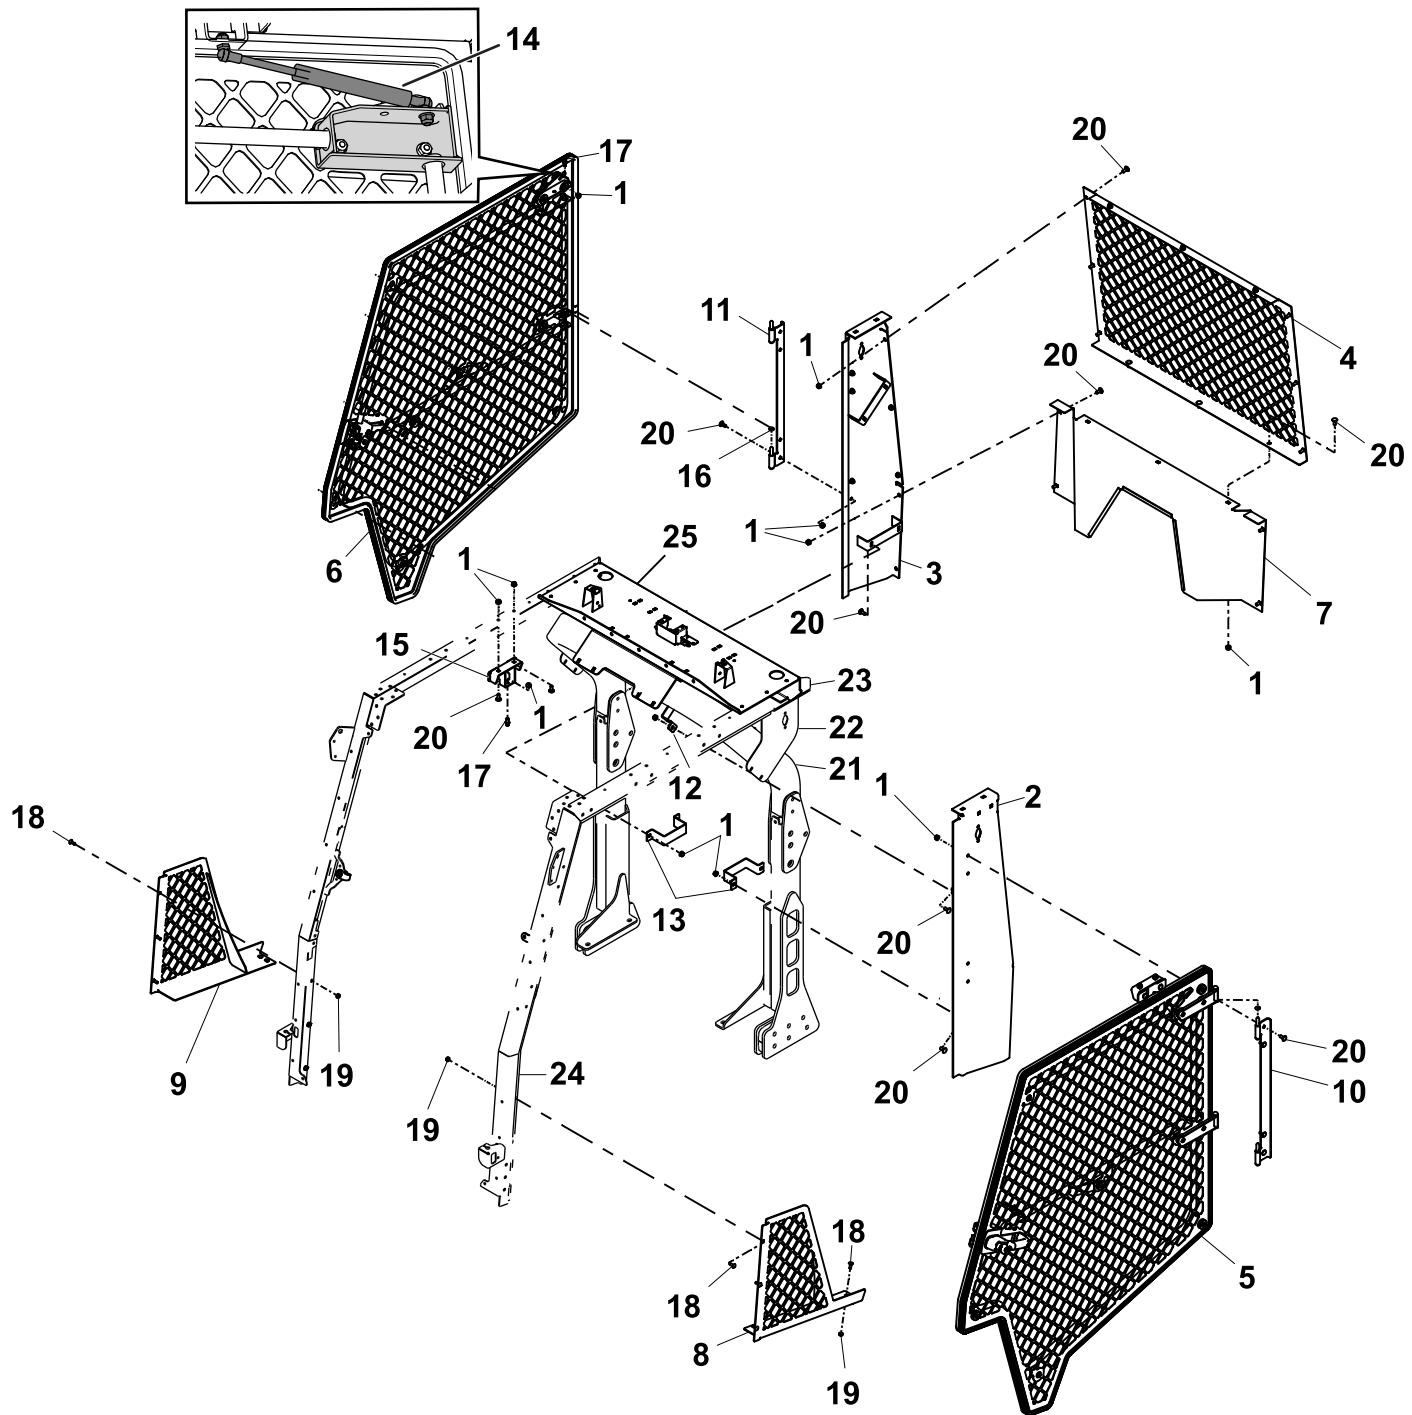

図 2
6. 2 柱式 ROPS エクステンションを搭載しているマシンでは、ROPS ポストライトの取り付けに使用しているサイドパネルを外す **図 2**。
以下の作業については、図 2を参照のこと。